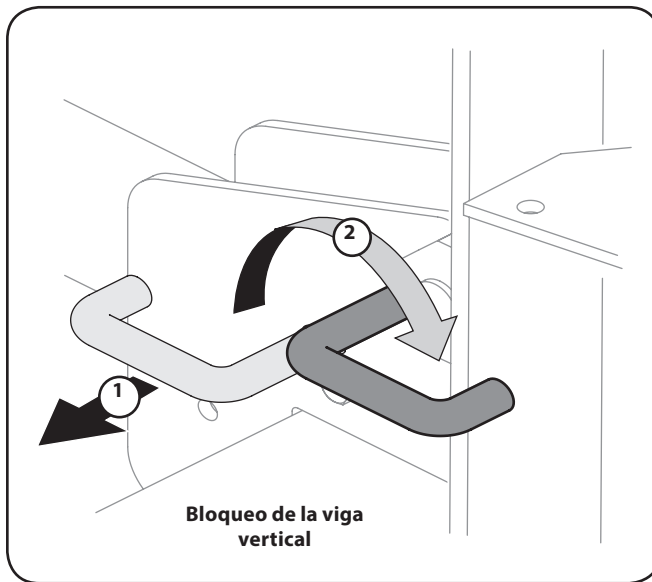

Figura 5-2
- b. Para trabar la vigueta en posición vertical, tire del bloqueo de vigueta vertical hacia afuera y gírelo para ajustar la vigueta. Vea la Figura 5-2.